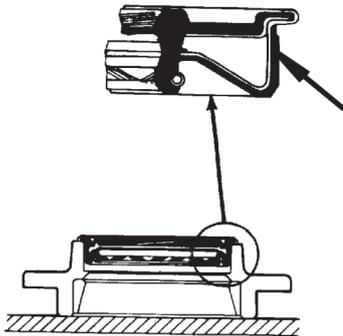

Figura 58
- L. Aplique, graxa a base de sabão de lítio, de extrema pressão, nos lábios do vedador (Figura 58);
- L1. Eixos 230 Aplique pasta de vedação (adesivo industrial 847 3M ) na superfície externa do vedador (Figura 58);